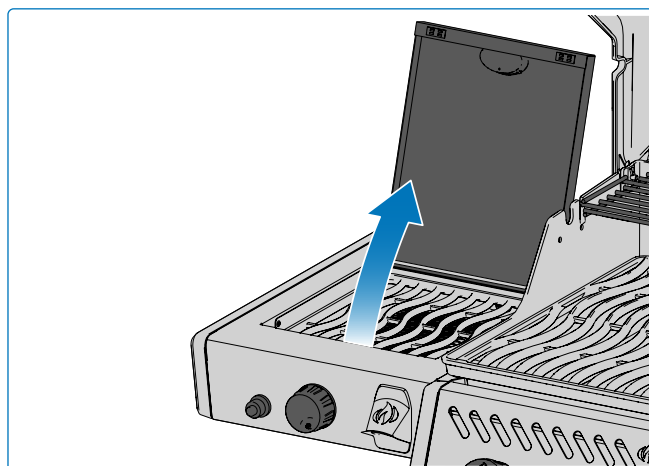

Fig. 10
1. Ouvrez le couvercle du brûleur (**Fig. 10**)